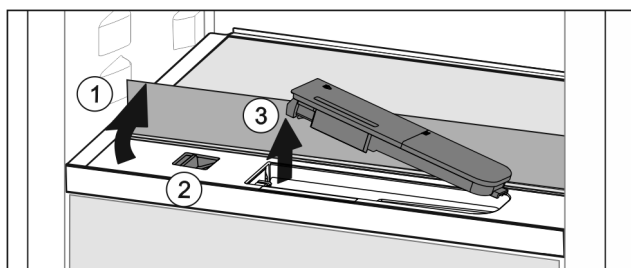

Fig. 127
- ▶ Podnieść płytę szklaną i złożyć ją z powrotem, aż do oporu Fig. 127 (1).
- ▶ Przesunąć suwak Fig. 127 (2) w lewo.
- ▶ Wyjmowanie zbiornika wody Fig. 127 (3).